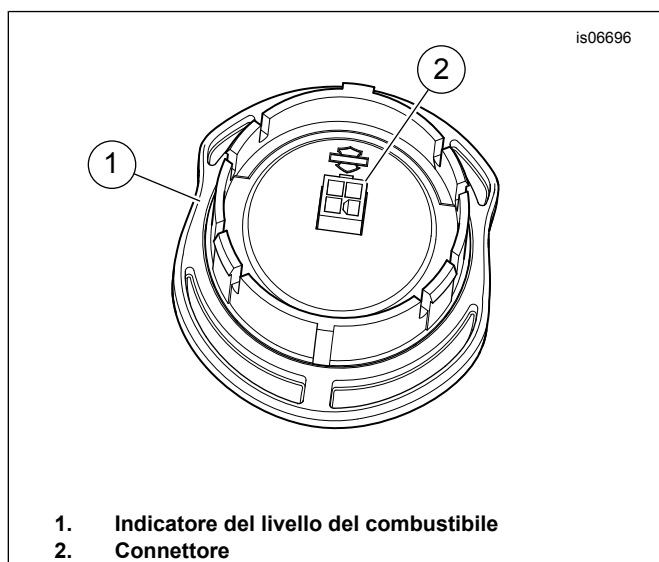

Figura 1. Connettore dell'indicatore del livello del combustibile
1. Vedere Figura 1. Collegare il connettore del cablaggio al connettore dell'indicatore del livello del combustibile (2).